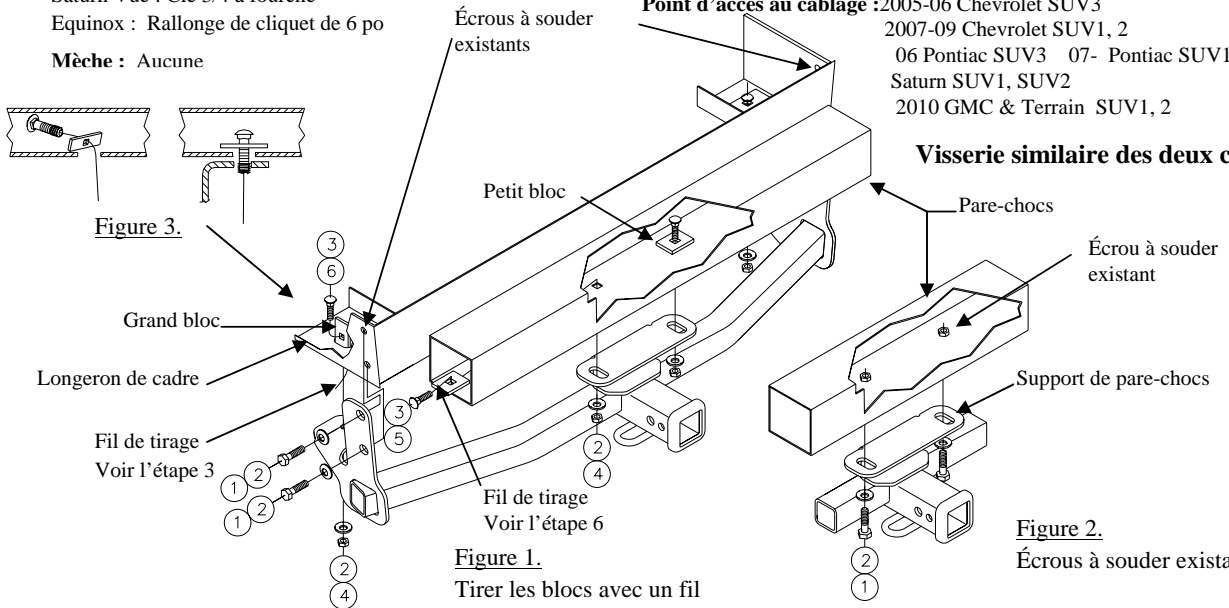

Figure 1.
4. Soulever l'attelage en position; lorsque nécessaire, soulever le support de montage du pare-chocs par-dessus le carénage. Installer les boulons et les rondelles coniques M12 dans les écrous à souder existants, en prenant soin de ne pas pousser les boulons dans le cadre de châssis, comme illustré à la **figure 1**.
6. **Saturn Vue :** À l'aide d'un fil de tirage, faire passer les boulons de carrosserie et les petits blocs à travers le bout du pare-chocs, puis à travers le support du pare-chocs. Installer une rondelle conique et un écrou. Voir la **figure 1**.